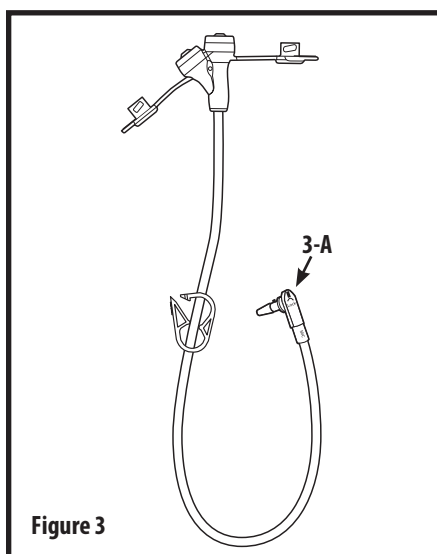

Figure 3
- Introduza o Conjunto de extensão para alimentação contínua MIC-KEY* com os Conectores ENFit® alinhando a linha preta do conector SECUR-LOK® (**Fig. 3-A**) com a linha preta do orifício jejunal MIC-KEY* (**Fig. 1-B**).
- Empurre e rode o Conector SECUR-LOK® (**Fig. 3-A**) PARA A DIREITA até sentir uma leve resistência (aproximadamente ¼ de volta) para que o conector fique encaixado.
- Para retirar o conjunto de extensão, rode-o PARA A ESQUERDA até que a linha preta do conector SECUR-LOK® (**Fig. 3-A**) fique alinhada com a linha preta do orifício jejunal MIC-KEY* (**Fig. 1-B**).